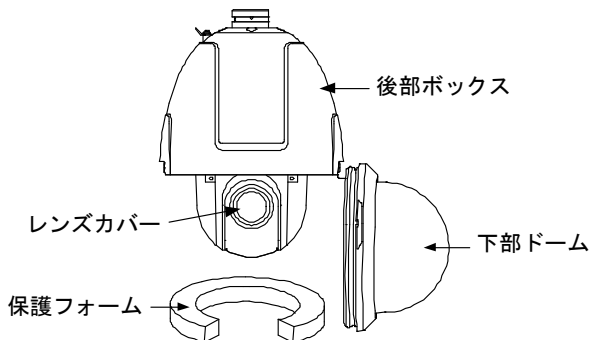

図 2-2 下部ドームの取り外し
1. スピードドームの両側の 2 つのロックネジをゆるめます。図 2-2 に示すように下部ドームを後部ボックスから取り外します。